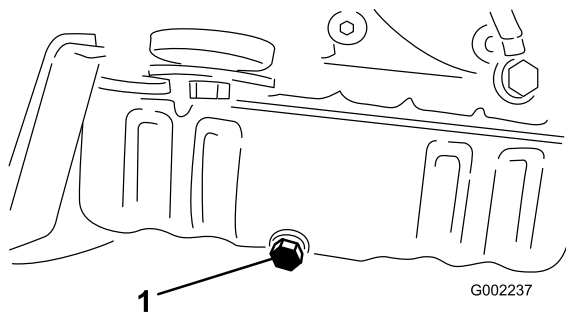

Figura 39
5. Retire o tampão de escoamento (Figura 39).